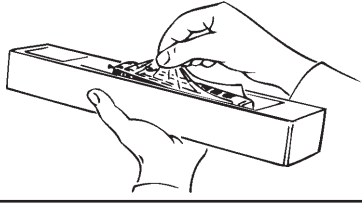

Fig. 3
**Aufrüstung:** Sie können für Ihren Fahrbetrieb unter verschiedenen Kupplungen wählen (Fig. 3). Wir empfehlen den Einsatz der ROCO-Kurzkupplung. Im beigelegten Zurüstbeutel finden Sie auch kleine vorbildgetreue Steckteile für eine erweiterte Aufrüstung Ihres Modells (Fig. 3 + Fig. 6), die Sie bitte **vorsichtig montieren**.
**Fittings:** Operation is possible with different couplings (fig. 3). We recommend using the Roco close coupling.
In the enclosed accessory bag you will find small kits to be fitted on your locomotive (fig. 3 + fig. 6). Please **mount them cautiously**.
**Les attelages:** En vue d'une exploitation pratique sur votre réseau vous pouvez choisir parmi plusieurs types d'attelages conformes aux différents systèmes d'attelage pratiqués en H0 (voir fig. 3). Nous vous recommandons l'emploi de **l'attelage court Roco**.
Le sachet joint comprend entre autres des petites pièces de finition conformes à la réalité et **à rapporter avec précaution** par le modéliste (fig. 3 + fig. 6), si désiré.